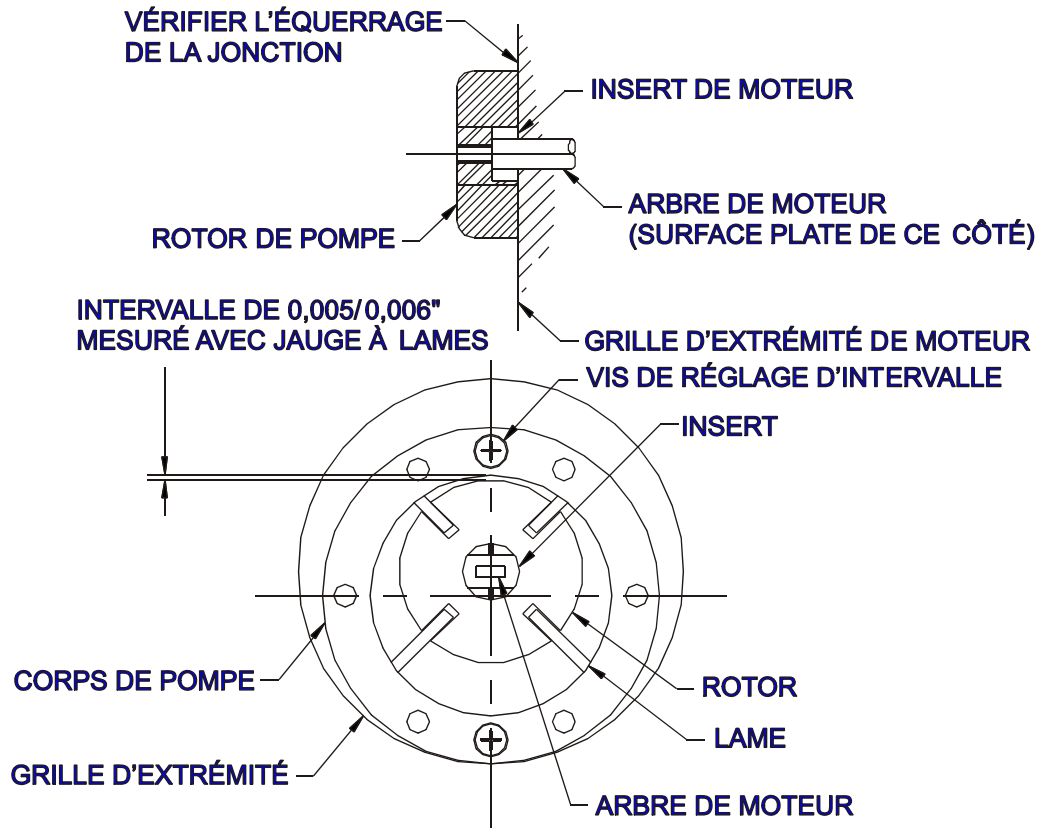

Figure 4-4. Vérification De L'espace Pour Le Rotor De Pompe À Air
1. Installez l'insert dans le rotor de pompe comme montré en Figure 4-4, puis montez le rotor sur l'arbre du moteur. Durant l'installation du rotor, veillez à le maintenir perpendiculaire à l'arbre du moteur. Fixez le corps de pompe au moteur avec les deux vis encastrées qui avaient été enlevées au démontage.
2. Réglez le corps de pompe pour donner un intervalle de 0,005 à 0,006 pouce au point montré en Figure 4-4. Mesurez cet intervalle avec une jauge à lames calibrées. Faites tourner le moteur à la main pour vous assurer que le rotor ne frotte pas sur le corps de pompe. Le bon intervalle doit être maintenu. Assurez-vous que les vis encastrées sont bien serrées après le réglage.